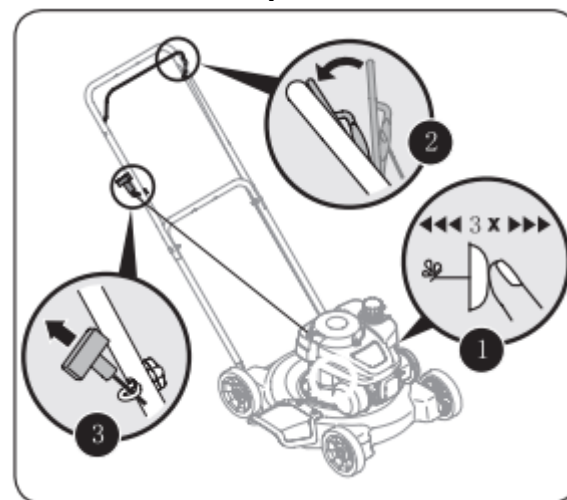

Рисунок 7-2
1. Нажмите кнопку подкачки топлива 3 раза. Перед каждым нажатием делайте паузу не менее двух секунд. См. Рисунок 7-2. При температуре воздуха ниже 10 °C нажмите 5 раз. После прогрева двигателя может оказаться достаточным одного нажатия при любой температуре воздуха.
3. Легко потяните ручку запуска, и когда почувствуете сопротивление, резко дерните, чтобы преодолеть компрессию и запустить двигатель. При необходимости проделайте это снова. См. Рисунок 7-2.